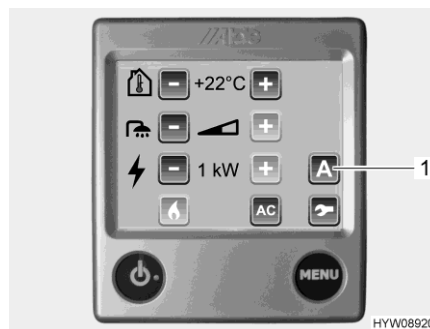

Bild 182 Inställningsmeny (extra fläkt)
Den extra fläkten styrs med kontrollenheten (Bild 182) av varmvatten-värmesystemet.
- Tryck på knappen "A" (Bild 182,1). Funktionerna visas.